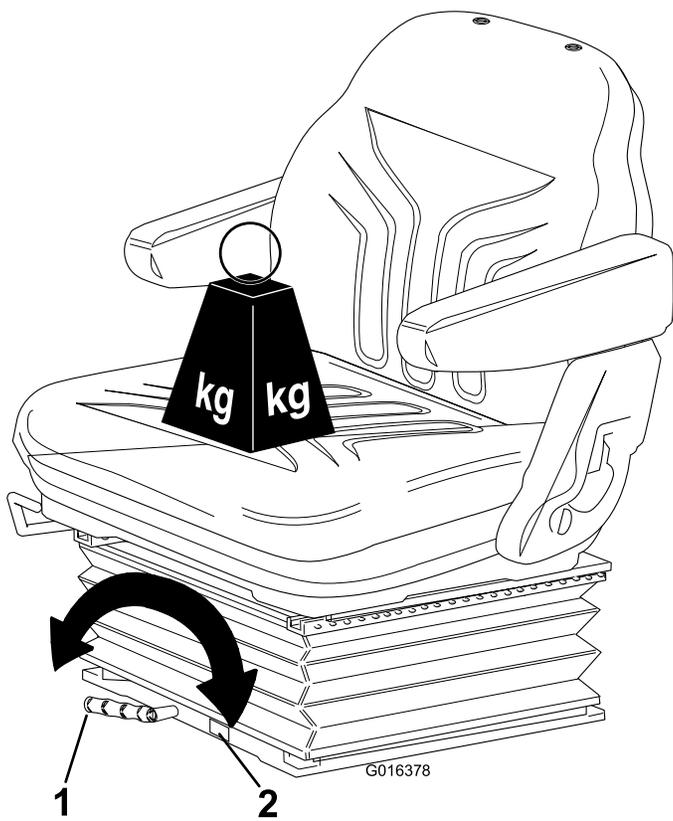

Figura 13
- **Regolazione della sospensione:** Ruotate la maniglia in senso orario per aumentare la resistenza della sospensione e in senso antiorario per diminuirla. Il quadrante indica quando viene raggiunta la regolazione ottimale della sospensione in base al peso dell'operatore (kg); fate riferimento a Figura 13.